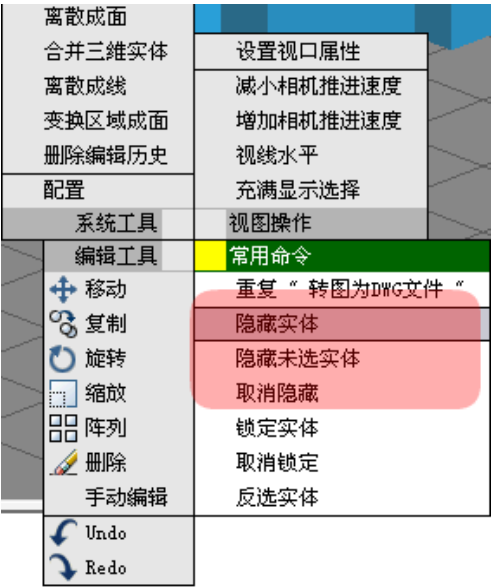

图 15-7
2、选中后点击右键弹出“右键菜单”。如图 15-7；选择右键菜单中“隐藏未选实体”功能。